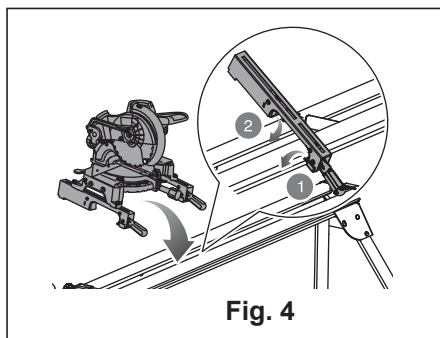

Fig. 4
1. Levante a serra e os dois apoios de montagem de forma a permitir uma ligeira inclinação da ferramenta em direção ao seu corpo. Enquanto estiver inclinada, coloque a parte frontal dos apoios de montagem no carril frontal do suporte. Desça os apoios de montagem para permitir que a parte traseira dos destes encaixem completamente sobre o carril traseiro. (Ver Fig. 4)